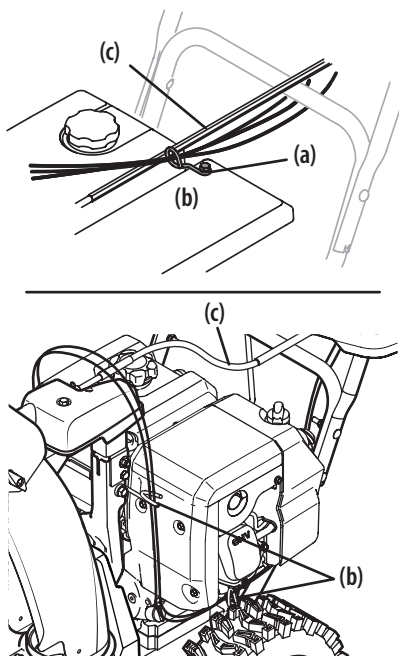

Figura 2-46
- Unidades con Guía de Cables de Montaje Superior (a) – Verifique que todos los cables estén correctamente tendidos por la guía de cables por encima del motor. Consulte la Figura 2-46.
- Unidades con Guías de Cables de Montaje Lateral (b) – Verifique que todos los cables estén correctamente tendidos por debajo del lado izquierdo del motor y la guía de cables por debajo del cabezal de control de canal. Consulte la Figura 2-46.